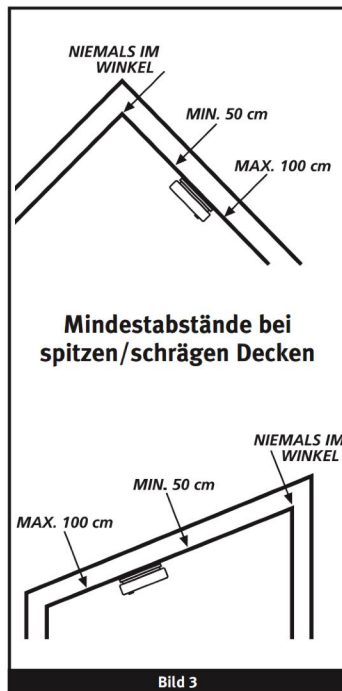

Bild 3
- Installieren Sie Rauchmelder auf abgeschrägten oder zugespitzten Decken bzw. in Zimmern mit Dachschräge mindestens 50 cm und maximal 100 cm von der Deckenspitze entfernt (s. Bild 3).